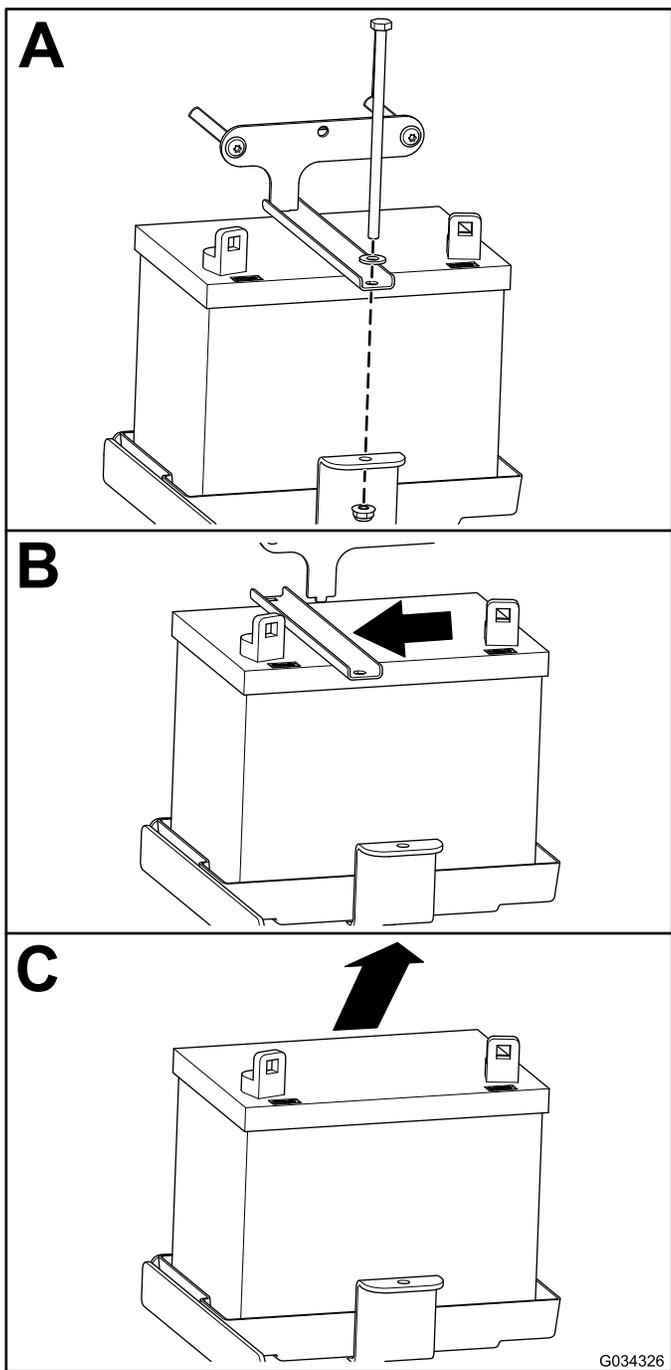

Рисунок 46
2. Снимите аккумуляторную батарею, как показано на Рисунок 46.